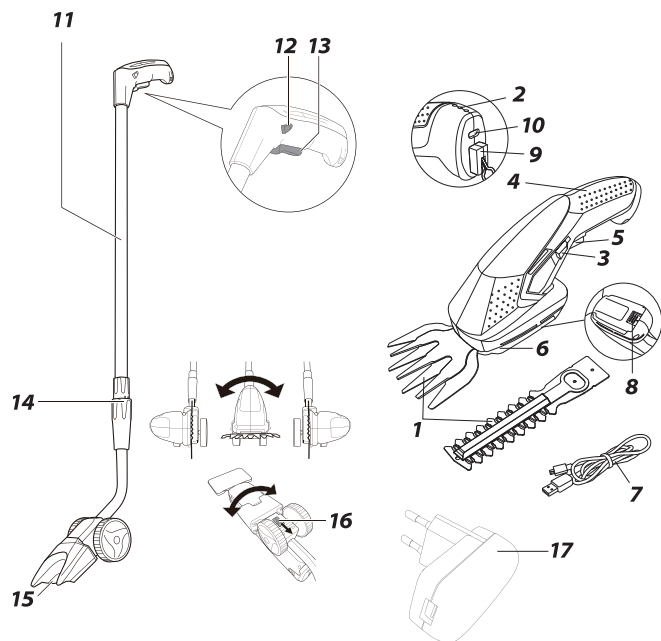

Рис. 1
14. Всегда вынимайте ключ безопасности (п.9 рис. 1) :
Устройство аккумуляторных ножниц-кусторезов (Рис. 1)